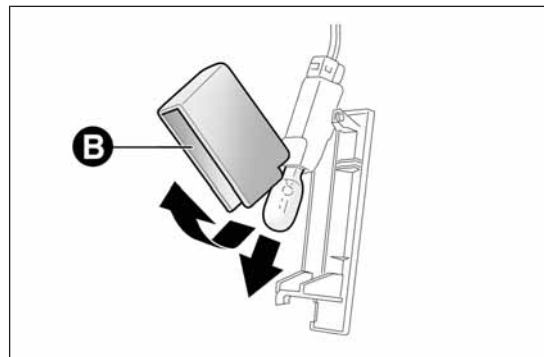

fig. 146
- ❑ abrir la protección B fig. 146 y sustituir la lámpara;